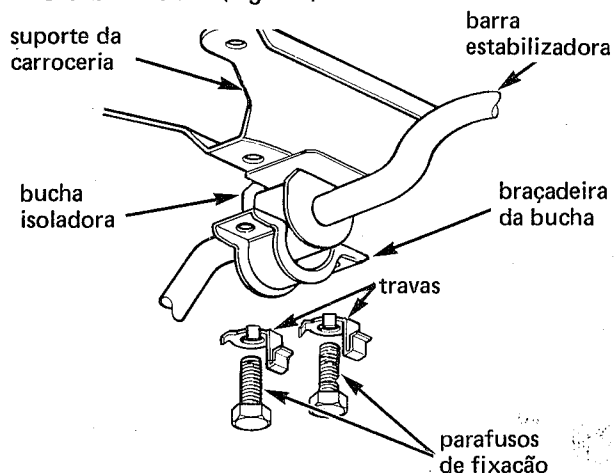

fig. 37
2. Destravar e remover os parafusos de fixação das braçadeiras das buchas internas da barra estabilizadora (fig. 37)